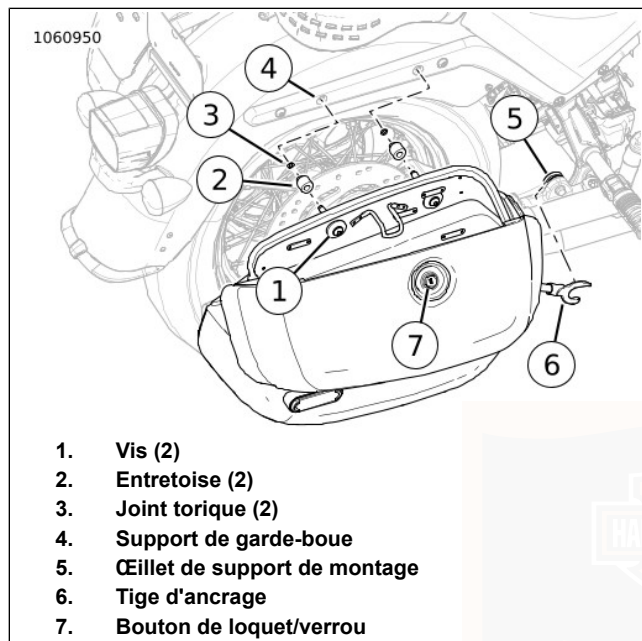

Figure 39. Ensemble de sacoche
1. Voir Figure 39 . Déverrouiller la sacoche.
- a. Introduire la clé dans le bouton de verrouillage (7) et tourner d'un demi-tour dans le sens antihoraire.
3. Voir Figure 39 . Verrouiller la sacoche.
- a. Introduire la clé dans le bouton de verrouillage (7) et tourner d'un demi-tour dans le sens horaire.
1. Voir Figure 39 . Ouvrir les sacoches.
2. Utiliser une main pour soutenir la sacoche tout en déposant de l'autre main les vis de montage (1) de sacoche.
1. Voir Figure 39 . Vérifier que les entretoises (2), les joints toriques (3) et les œillets (5) sont en place et en bon état.